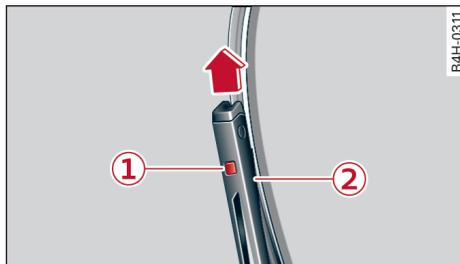

图 57 取下车窗玻璃雨刮片
- ▶ 按雨刮片上的锁止按钮 ① ⇨ 图 57。此时应抓牢雨刮片。